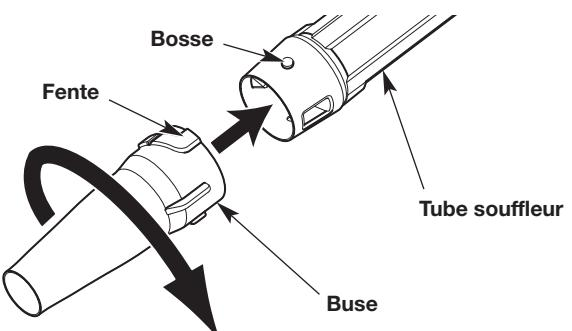

Fig. 2
1. Alignez les fentes de la buse avec les bosses de l'extrémité inférieure du tube du souffleur (Fig. 2).
2. Installez la buse sur le tube du souffleur (Fig. 2).
3. Tout en maintenant le tube du souffleur, tournez la buse dans le sens horaire jusqu'à ce qu'elle se verrouille en place (Fig. 2). Les onglets sur le tube du souffleur doivent s'aligner avec ceux de la buse (Fig. 3).